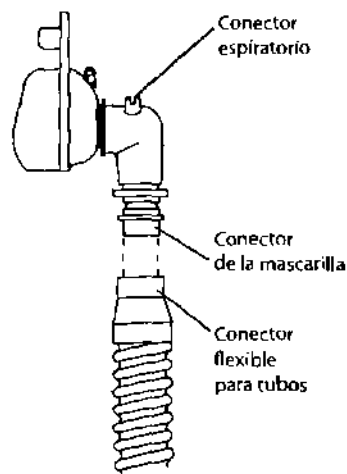

Figura 5-3 Conexión de una mascarilla con un conector espiratorio incorporado
- A. Si utiliza una mascarilla con un conector espiratorio incorporado, una el conector de la mascarilla al tubo del circuito, tal como se muestra en la Figura 5-3.